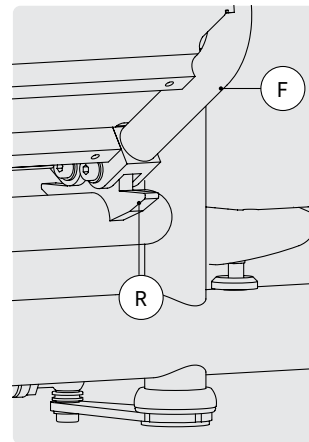

FIG. 53
- 1 Desserrez les vis de fixation des housses de panier sur les deux panneaux de panier (Fig. 53).